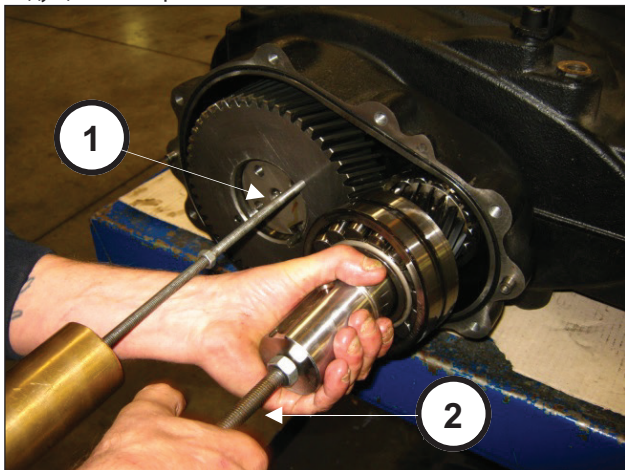

Рис. 11
Чтобы снять узел ведущей и ведомой шестерни, необходимо применить ударные массы к 2 отверстиям М8 ведомой шестерни (поз. ①, Рис. 11) и к отверстию М14 ведущей шестерни (поз. ②, Рис. 11).